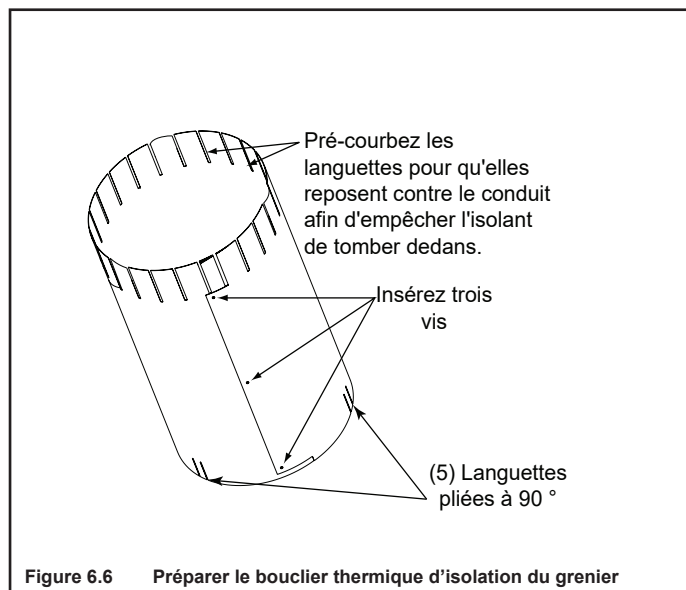

Figure 6.6 Préparer le bouclier thermique d'isolation du grenier
- Marquez et coupez une ouverture dans le plafond/le plancher comme le montre la figure 6.6.
- Voir les figures 6.6, 6.7, 6.8 et 6.9.